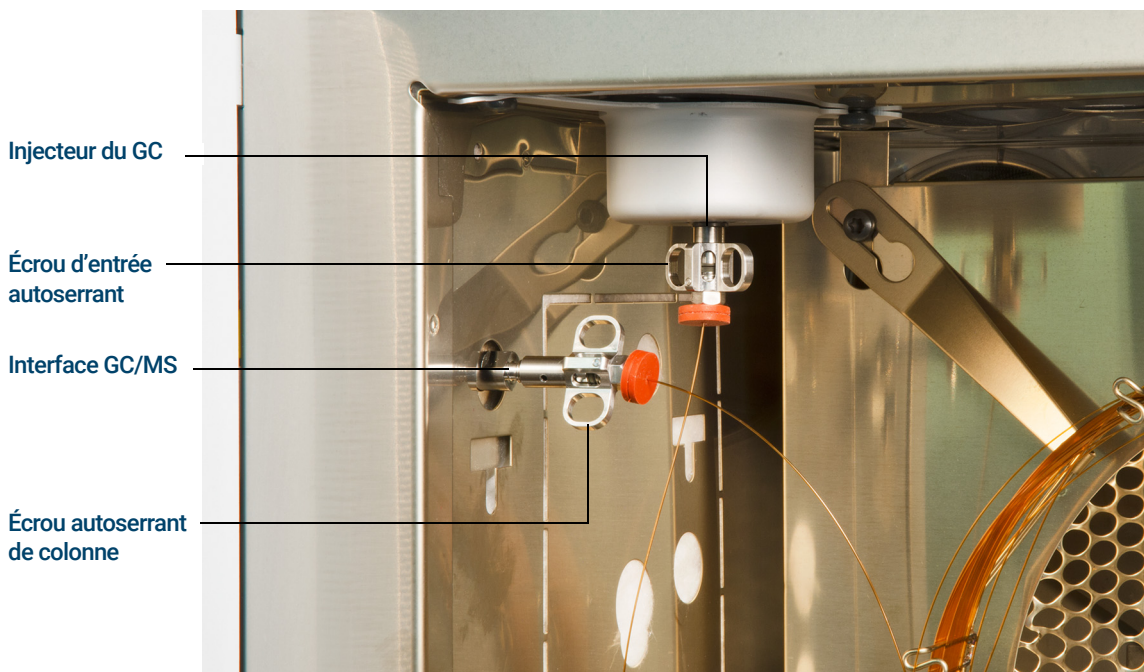

Figure 22. Installation d'une colonne capillaire dans l'interface GC/MS
- 11 Serrer l'écrou à la main. (Voir **Figure 22**.) S'assurer que la position de la colonne ne change pas lors du serrage de l'écrou.